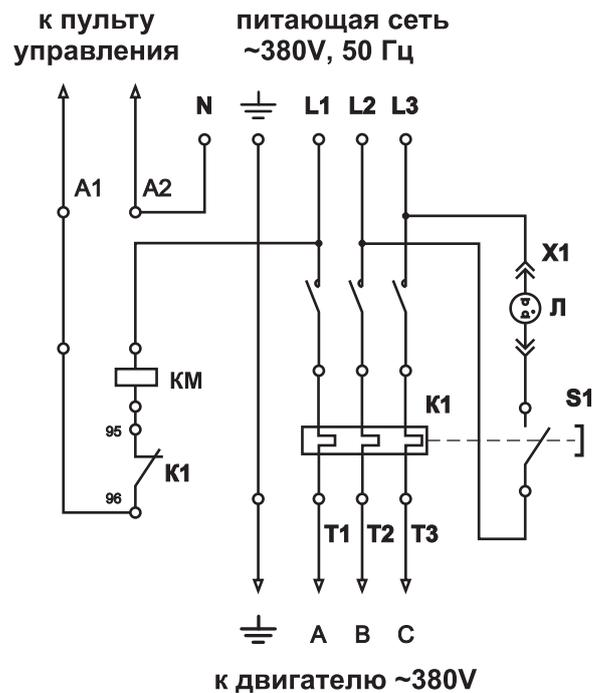

Рис.13 Схема подключения щита управления
16. Подключите шнур от щита управления к двигателю мотор-редуктора согласно монтажной схемы (**Рис.13**);